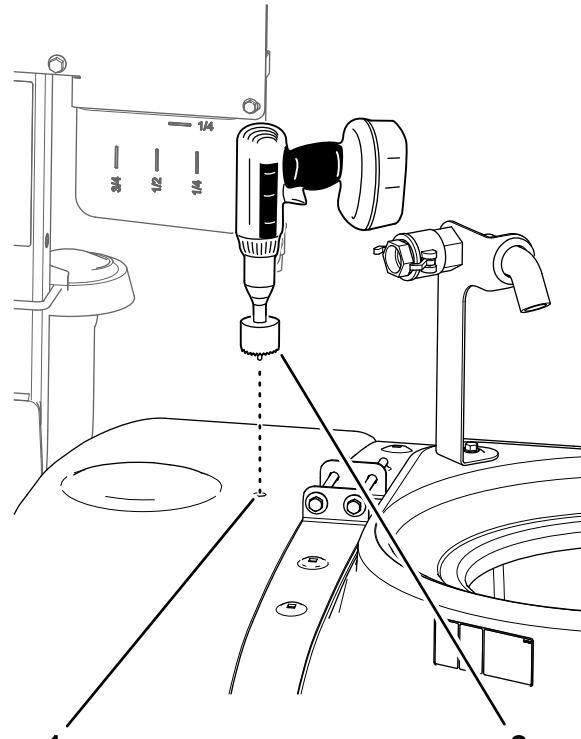

Bild 19
7. Wiederholen Sie die Schritte 4 bis 6 an der anderen Bohrmarkierung vorne (Bild 19).